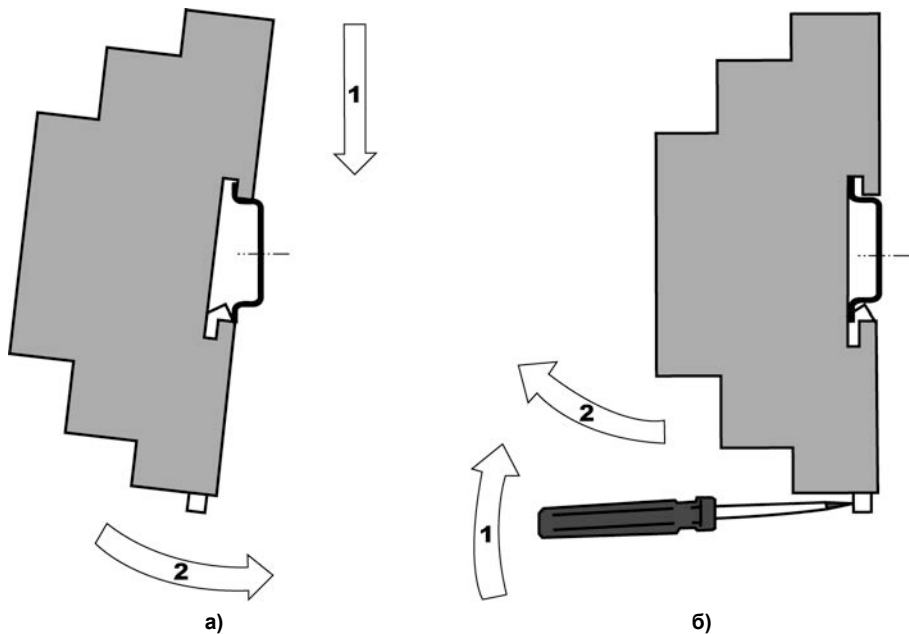

Рисунок 8.1 – Монтаж контроллера с креплением на DIN-рейку
2. Контроллер устанавливается на DIN-рейку в направлении стрелки 1 (см. рисунок 8.1, а);
2. В проушину защелки вставить острое отвертки (см. рисунок 8.1, б), и отжать защелку по стрелке 1, после чего контроллер отводится от DIN-рейки в направлении стрелки 2.